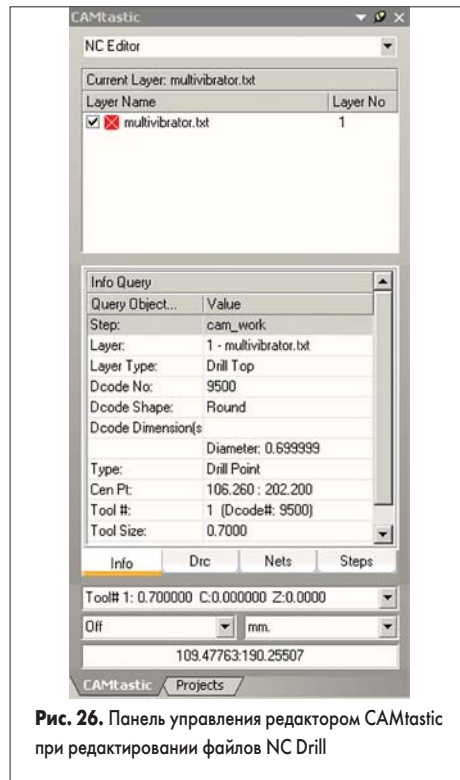

Рис. 26. Панель управления редактором CAMtastic при редактировании файлов NC Drill
6. Нажатием кнопки ОК запустим процедуру импорта. На рабочем столе системы Protel DXP откроется редактор CAMtastic в режиме редактирования NC Drill файлов, о чем свидетельствует вид его панели управления (рис. 26).